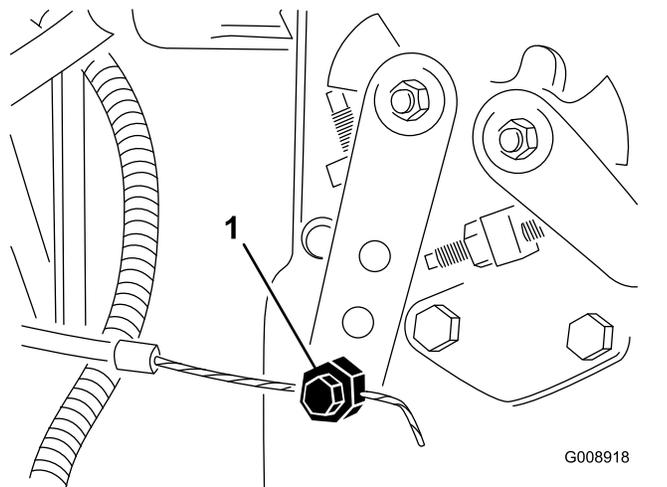

Figura 63
- Desaperte o dispositivo de ligação do cabo do acelerador na alavanca da bomba de injeção (Figura 63).